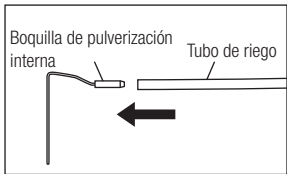

Fig. 7
- 2) Conecte el tubo de riego a la boquilla de pulverización interna firmemente. (Fig. 7)